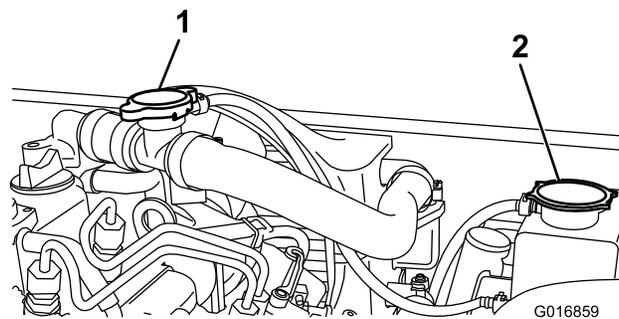

Figura 37
2. Retire el tapón de llenado (Figura 37) y llene el radiador de refrigerante.
3. Vuelva a colocar el tapón del llenado y retire el tapón del depósito de expansión del radiador (Figura 37).
2. Retire el tapón del depósito de expansión del radiador (Figura 37).